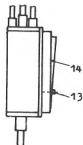

Bild 6
Bei Verwendung des Mikrotelefons (Bild 4) ist die Tonruftaste (11) zu drücken. Sofern ein Sprechgeschirr eingesetzt wird, müssen Tonruf- und Sendetaste (13 und 14) am Brustschalter (Bild 6) gleichzeitig gedrückt werden. Es wird ein Tonruf von 1000 Hz ausgestrahlt. Auch langsames Morsen ist möglich. Soll nach dem Tonruf gesprochen werden, so ist die Tonruftaste (13) freizugeben.